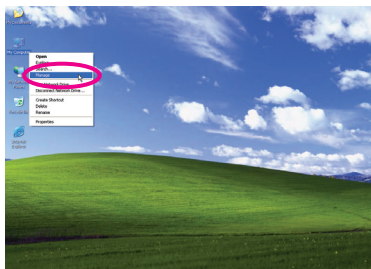
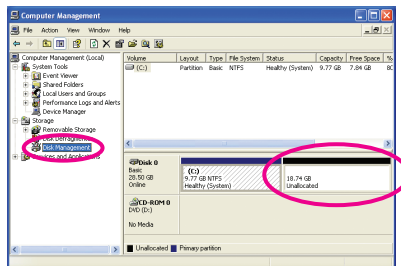

図 4
図 5
4. オペレーティングシステムのインストール後、デスクトップの**マイコンピュータ**アイコンを右クリックし、**管理**を選択します(図4)。**コンピュータ管理**に移動して、ディスクの割り当てをチェックします。Xpress Recovery2 はバックアップファイルを割り当てられていないスペースに保存します(上の黒いストライプ)(図5)。割り当てられていないスペースが不十分だと、Xpress Recovery2 はバックアップファイルを保存できません。